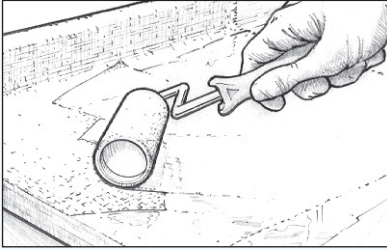

Abbildung 28 Beschichten Sie die Oberfläche, um die Gewebestruktur vollständig auszufüllen, solange das getränkte Glasgewebe noch klebrig ist.
9. Beschichten Sie die Oberfläche, um die Gewebestruktur vollständig auszufüllen, solange das getränkte Glasgewebe noch klebrig ist (Abbildung 28). Halten Sie die Arbeitsschritte für den Abschlussauftrag im nächsten Abschnitt ein. Normalerweise benötigen Sie zwei oder drei Lagen, um die Gewebestruktur abzudecken und eine Schichtdicke zu erreichen, bei der